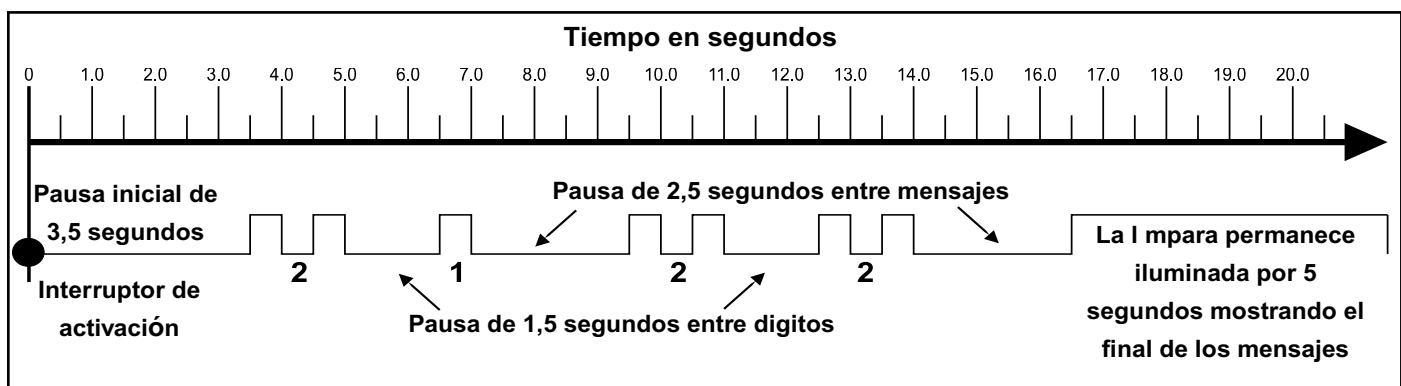

FIGURA 10 - EJEMPLO DE MENSAJE DE CODIGO INTERMITENTE
4. Después de una pausa de 3.5 segundos, la ECU empezará respondiendo con destellos de salida de información. Ver Figura 10 para un ejemplo.